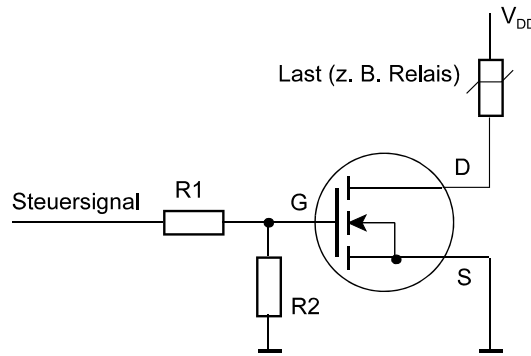

Abb. 5
5. Die Schaltstufe von Abb. 5 ist an einen Mikrocontroller angeschlossen. Der High-Pegel soll ausreichen, der Low-Pegel beträgt praktisch 0 V. Wozu sind dann die Widerstände R1 und R2 gut? (Bitte kurz erläutern.)
- Z4. Wir betrachten nochmals Abb. 5. In welcher Größenordnung (ganz roh) liegen die Widerstandswerte?